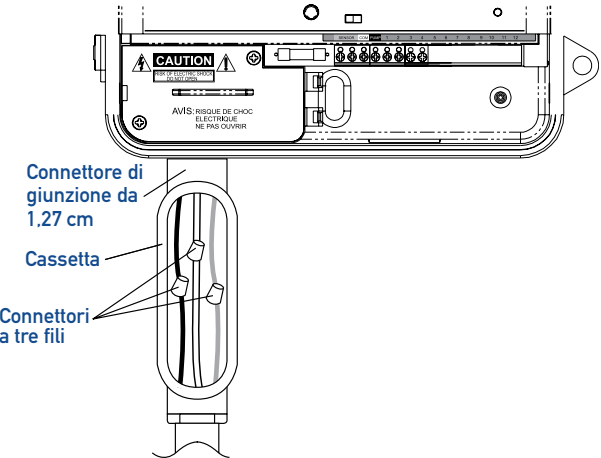

Figura 15: Uso di una cassetta di giunzione
- Collegare la cassetta di giunzione ed il connettore da 13 mm al timer (cassetta di giunzione e connettore non inclusi). *[vedi Figura 15]*